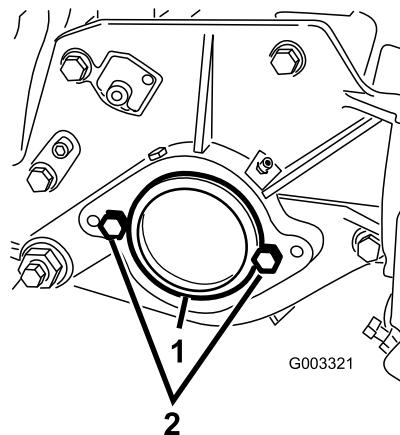

Figura 11
2. Sul lato destro dell'apparato di taglio, rimuovete il tappo in plastica dall'alloggiamento del cuscinetto (Figura 11).
3. Togliete le 2 viti a testa cilindrica dalla piastra laterale destra (Figura 11).
2. Vite a testa cilindrica (2)
5. Montate, senza stringere eccessivamente, le 2 viti di montaggio del motore del cilindro sulla piastra laterale sinistra dell'apparato di taglio (Figura 11).